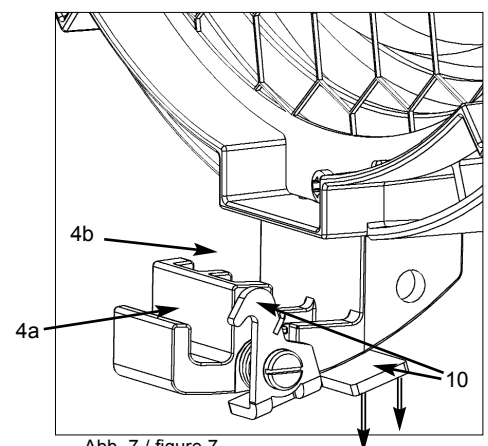

Abb. 7 / figure 7
- Bei Modellen mit optionaler zweiter Torsicherung (10, Abb. 7), diese zuerst öffnen, Zubehör, wie z.B. Flügeltor, einsetzen und anschließend zweite Torsicherung wieder loslassen. Bei allen anderen Modellen - Zubehör einfach in Halteklau (4a, Abb. 7) einsetzen.
- Der hintere Einschub (4b, Abb. 7) der Halteklauen dient zur Aufnahme von Filterrahmen oder Scrimms.
- Die Einschubbreite der Halteklauen für Zubehör (4b, Abb. 7) kann durch Lösen der Schrauben und Längsverschieben nach Bedarf verstellt werden (Abb. 8 Detail 1). Diese Funktion dient unter anderem auch zur Reduzierung von Streulicht zwischen Linsenfassung und Zubehör.
- For models with optional barndoor catch (10, figure 7), open the barndoor catch and insert accessories, e.g. barndoor, and then release the catch. For all other models - simply insert the accessory into the bracket (4a, figure 7).
- The rear slot (4b, figure 7) of the accessory bracket holds filter frames or scrims.
- In order to change the depth of the accessory brackets (4b, figure 7), loosen the screws and slide the bracket to the desired position (figure 8 detail 1). This feature also helps reducing diffused light between lens door and accessory.